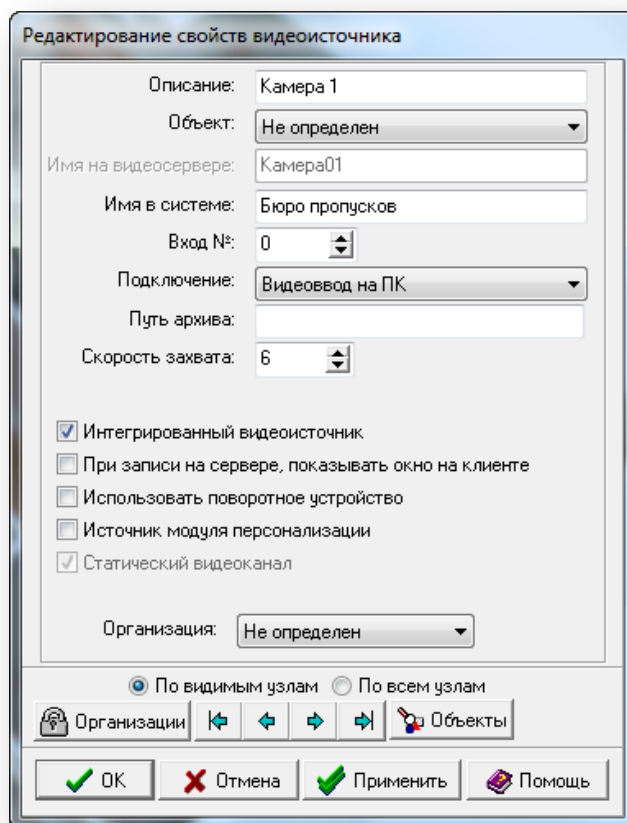

Рисунок 11.1
- В свойствах видеоисточника установить флажок «Интегрированный видеоисточник» и присвоить ему имя (Рисунок 11.1).